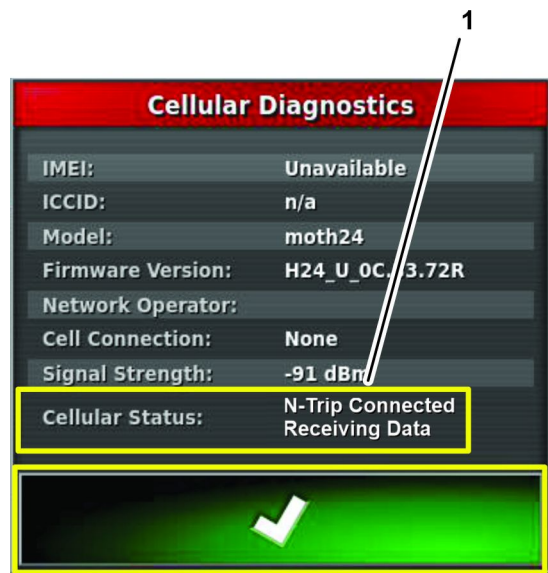

Bild 168
4. Drücken Sie das Symbol MOBILFUNK-DIAGNOSE und vergewissern Sie sich, dass das Statusfeld des Mobilfunks N-TRIP CONNECTED RECEIVING DATA [N-Trip verbunden, Daten werden empfangen] (Bild 168) anzeigt.